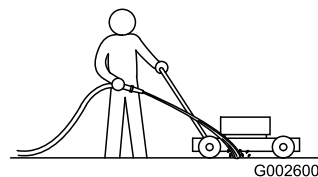

Figure 36
1. Mettez le moteur en marche lorsque la tondeuse se trouve sur une surface revêtue plane et dirigez un jet d'eau devant la roue arrière **droite** (Figure 36).